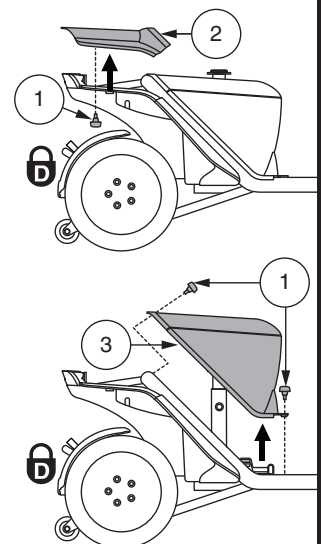

Abb. 11. Entfernung/Ersetzung der Abdeckung
1. Entfernen Sie den Sitz und die hintere Abdeckung. **Siehe Abb. 11.**
- a.) Entfernen Sie die Batterie Abdeckung indem Sie die zwei (2) Rändelschrauben, die es am Personal Elektromobil Rahmen befestigen, abschrauben und die Abdeckung hoch und vom Personal Elektromobil heben. **Siehe Abb. 11.**
- b.) Entfernen Sie die Batterie Abdeckung indem Sie die vier (4) Rändelschrauben, die es am Personal Elektromobil Rahmen befestigen, abschrauben und die Abdeckung hoch und vom Personal Elektromobil heben. **Siehe Abb. 11.**